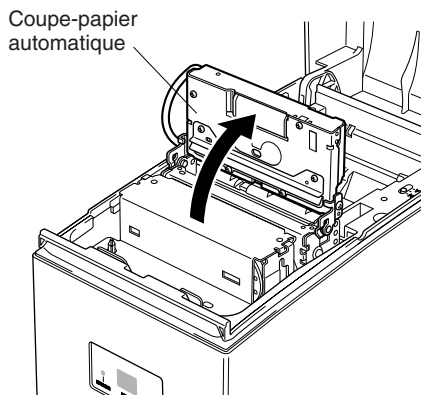

Fig. 5-9 Redressement du coupe-papier automatique
- ③ Soulevez le coupe-papier automatique pour la mettre en position verticale, comme indiqué dans la figure 5-9.
③ Pour les modèles munis d'un coupe-papier automatique, relevez ce dernier de sorte à ce qu'il soit à la verticale, comme illustré à la Fig. 5-9.